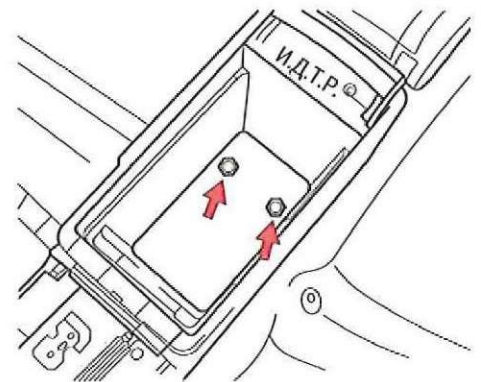

Рис. 6.18. Крепление вещевого ящика в облицовке тоннеля пола
20. Выверните два болта (рис. 6.18) и снимите вещевой ящик в облицовке тоннеля пола.